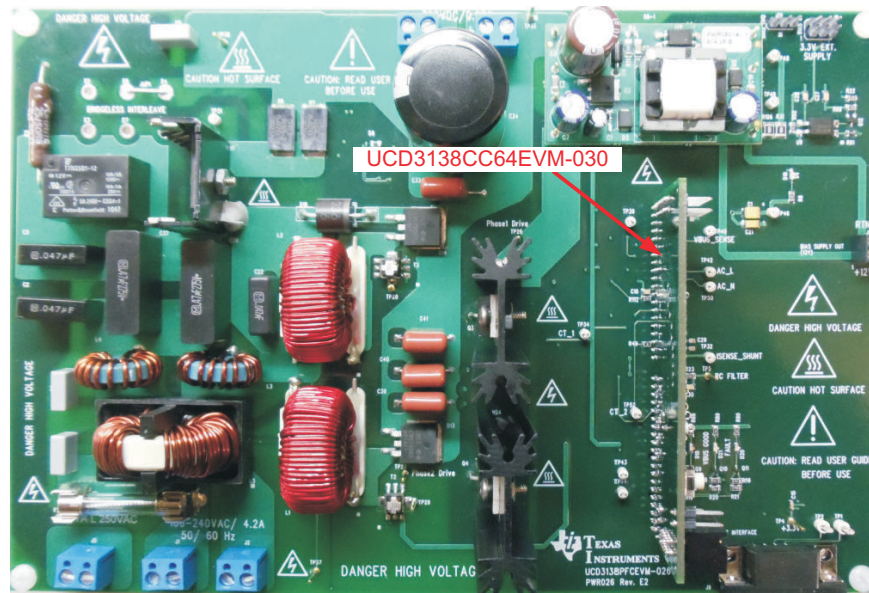

图 5-2. UCD3138PFCEVM-026 上 UCD3138PFCEVM-030 的 EVM 方向
4. 首先将 UCD3138CC64EVM-030 的电路板安装到 UCD3138PFCEVM-026 的电路板上。在安装或连接两个电路板时，必须仔细注意它们的对齐情况和方向，否则可能会导致损坏。有关 UCD3138CC64EVM-030 电路板的方向信息，请参阅图 5-2。